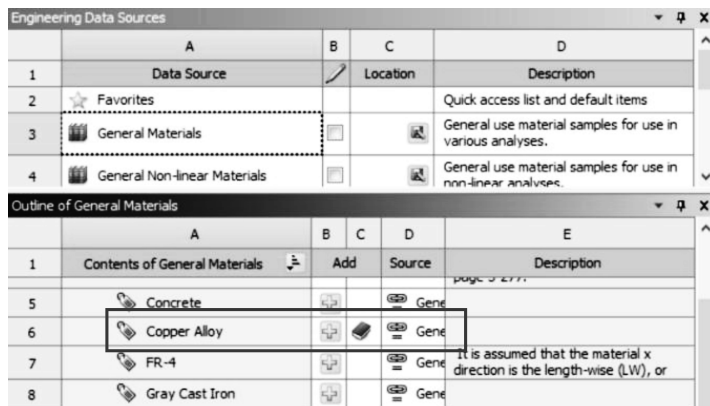

图 2-23 创建材料
(2) 在工程数据属性中增加材料：在 Workbench 的工具栏中单击  工程材料源库，此时的主界面显示【Engineering Data Sources】和【Outline of Favorites】。选择 A3 栏【General materials】，从【Outline of General materials】里查找铜合金【Copper Alloy】材料，然后单击【Outline of General Material】表中的添加按钮 ，此时在 C6 栏中显示标示 ，表明材料添加成功，如图 2-23 所示。